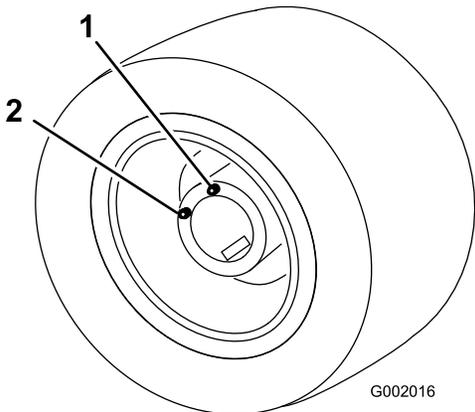

Figura 83
- Mueva el vehículo lentamente hasta que la rueda esté en la posición indicada en Figura 83.